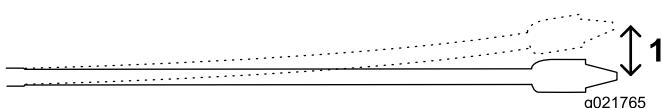

Рисунок 51
Трубы длиной 3 м (10 футов), используемые в данной машине, можно изгибать с наклоном 8% по всей длине трубы; это равно отклонению от прямого пути, составляющему не более 20 см (8 дюймов) (Рисунок 51).
- Вы вставляете первые 3 м (10 футов) бурильной трубы с долотом в землю без изгиба. Конец бурового долота будет на глубине 76 см (30 дюймов) (Рисунок 51).